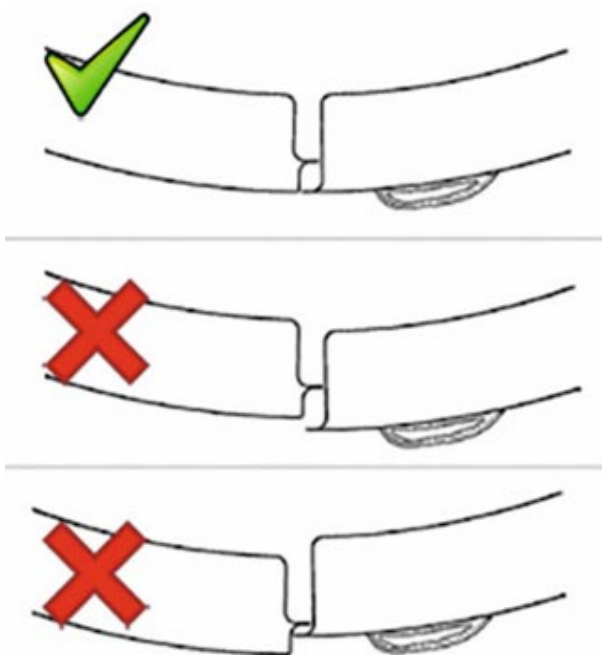

Abb. 1
- Wenn die Kanten der Türen nicht perfekt ausgerichtet sind (Abb. 1, Abb. 3), passen Sie sie mithilfe des Ringanschlags/Hakens (Abb. 2) und/oder der Türscharniere an.